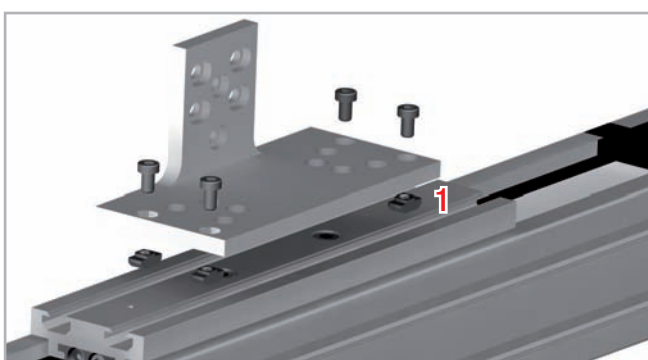

Fig. 103
1. Inserire le viti da utilizzare per il collegamento all'unità 1 nei fori preparati (vedi fig. 103).